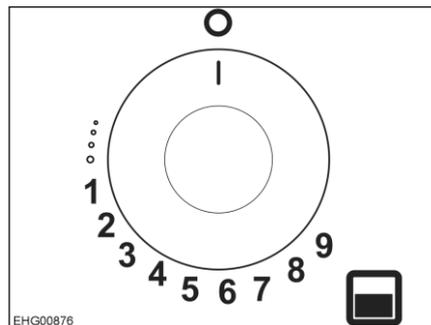

Fig. 130 Bouton tournant pour four à gaz
- Appuyer sur le bouton tournant (Fig. 130) et le tourner dans le sens inverse des aiguilles d'une montre sur la position la plus élevée (thermostat 9).